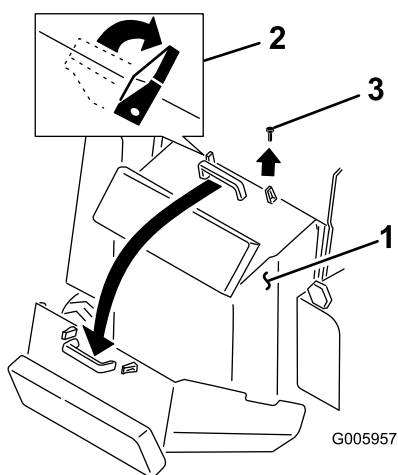

Figura 25
2. Rilasciate le due alette di bloccaggio situate sopra il portello di accesso posteriore (Figura 25).
3. Togliete il bullone situato accanto all'aletta di bloccaggio destra (Figura 25).